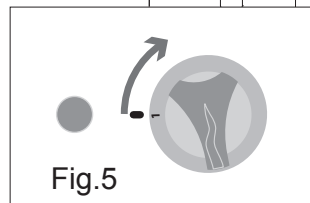

Fig.6
- Girar o manípulo de acendimento para a posição “1” e a iluminação do indicador verde sinaliza a fase de funcionamento (Fig. 6).
- Girar o manípulo do termóstato na posição desejada para regular a temperatura de funcionamento (Fig. 6).
Girar o manípulo de termóstato para a posição "Zero" (Fig. 6) para interromper a geração de calor e desligar a aparelhagem no final do ciclo de trabalho.